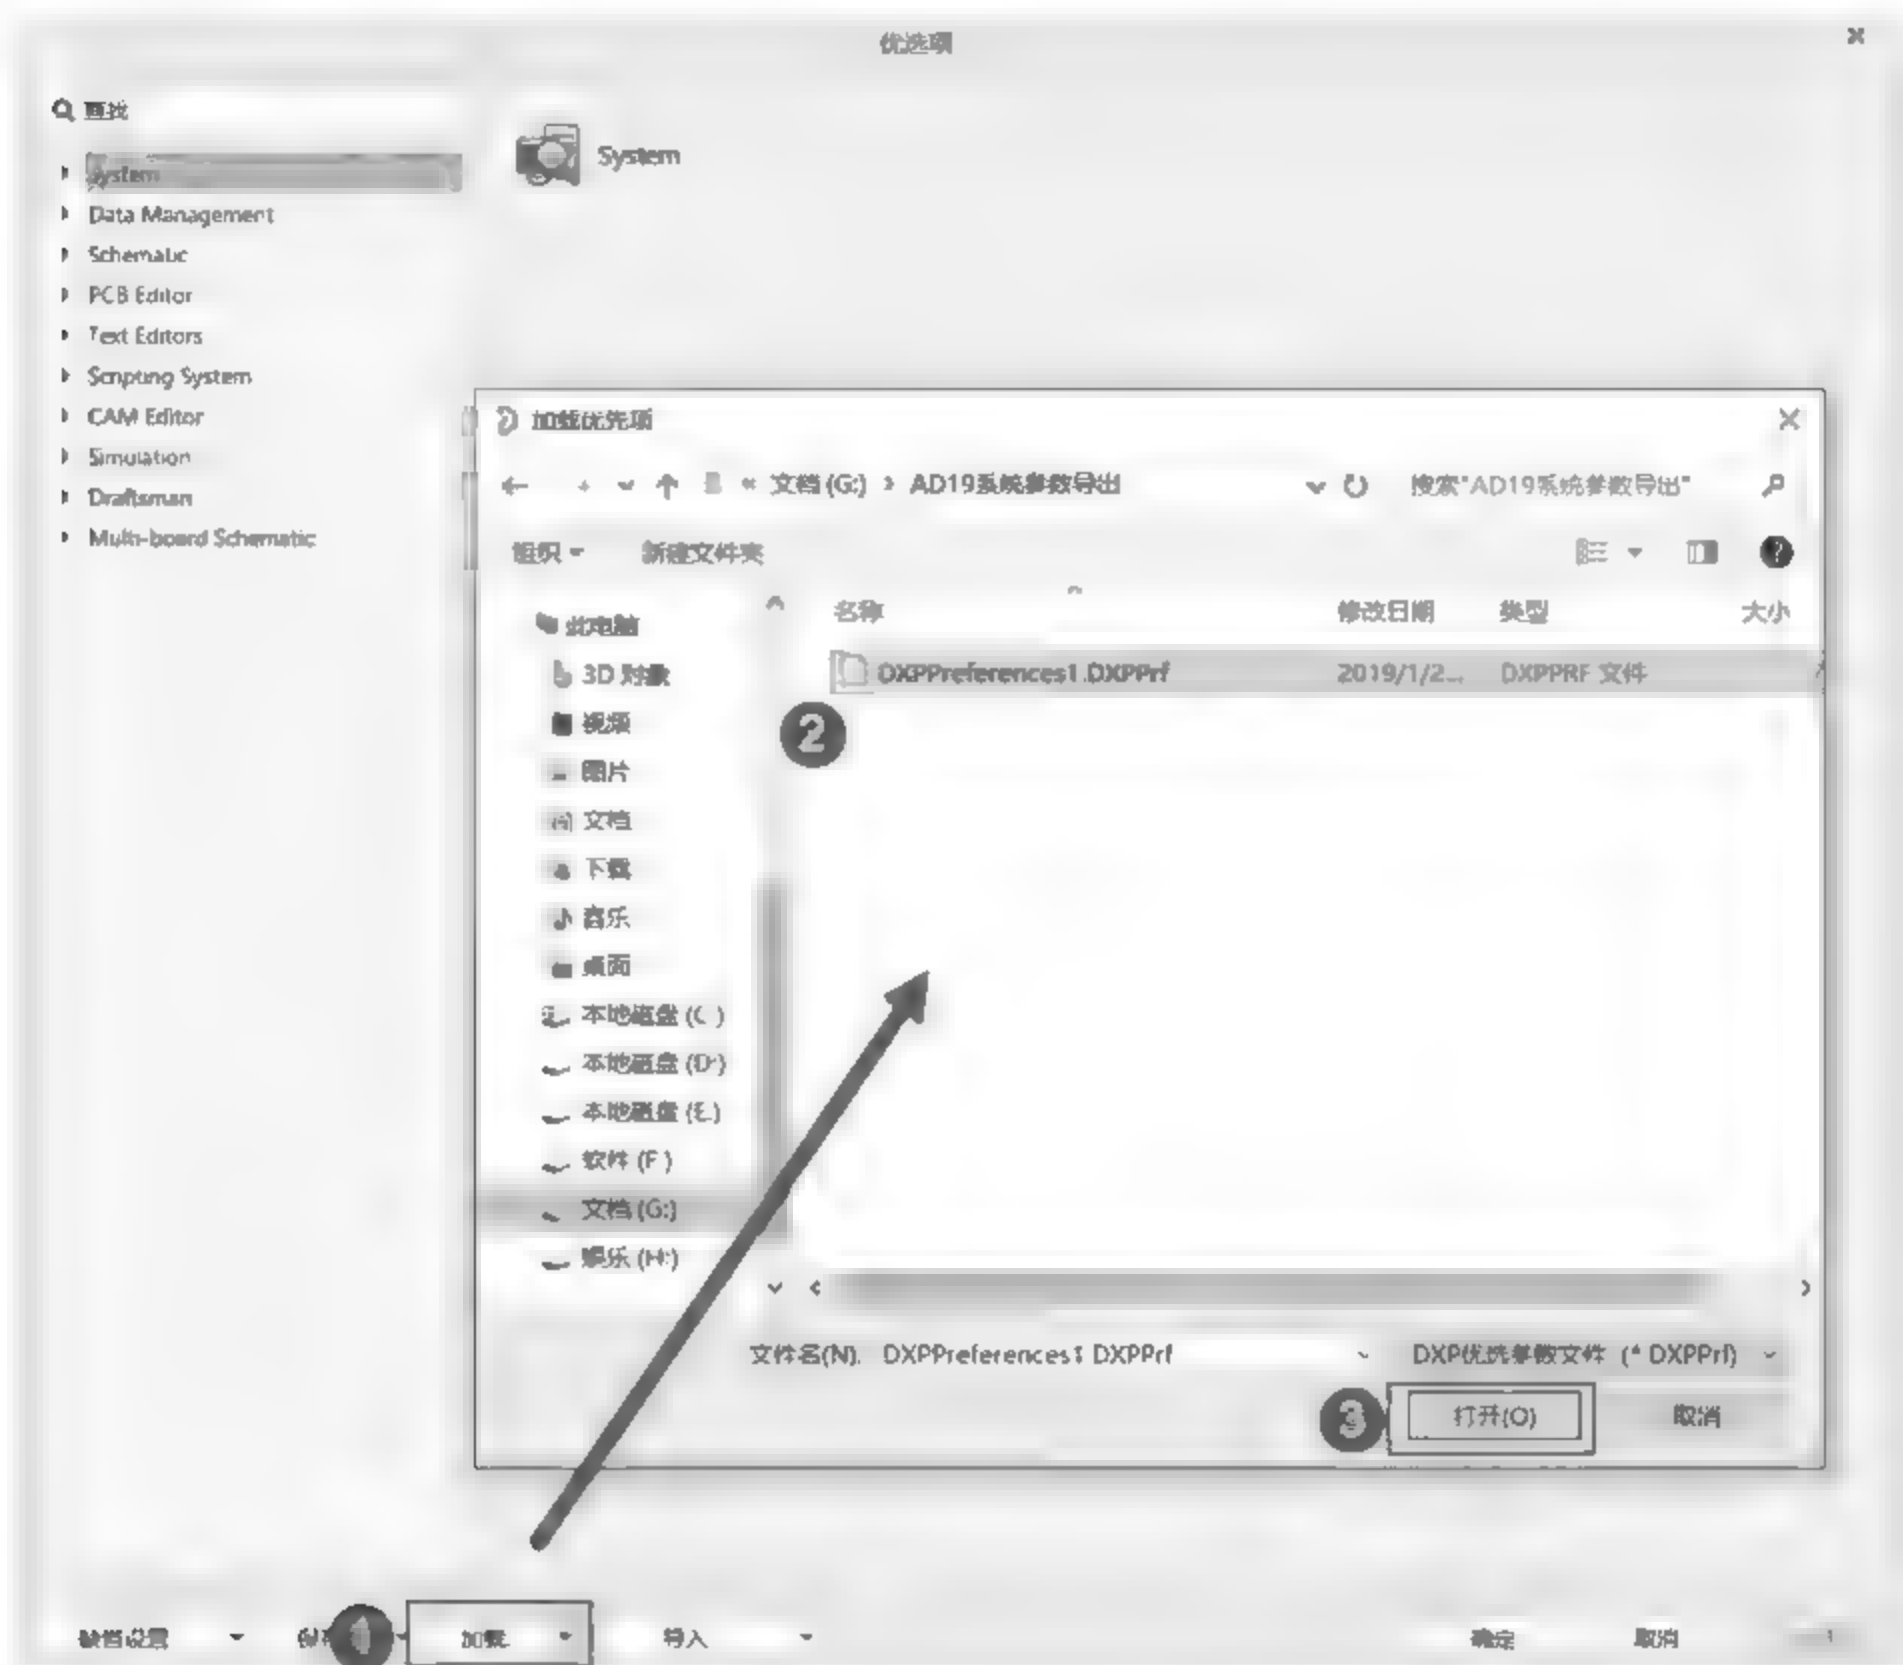

图 1-39 常用系统参数的导入
(1) 打开 Altium Designer 19,单击菜单栏右侧的“设置系统参数”按钮,打开“优选项”对话框。
(2) 单击左下角的“加载”按钮,在弹出的“加载优选项”对话框中选择需要导入的系统参数设置文件,单击“打开”按钮,如图 1-39 所示。